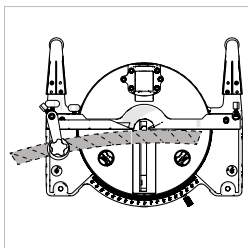

Fig. 15
10. Material de corte arqueado (Fig. 15)